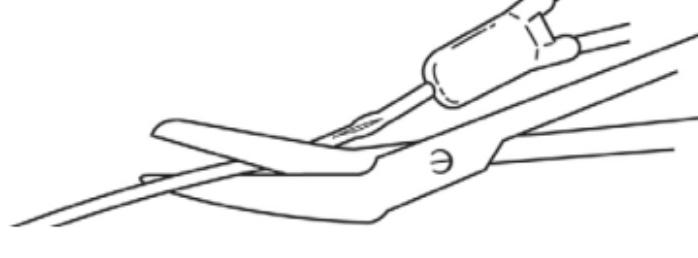

Fig. 2
2. Klipp av den skadade delen av katetern. (Fig. 2)